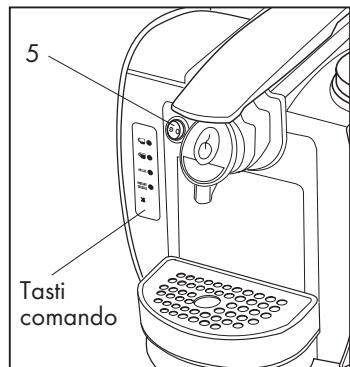

Fig. 4
- Accendere la macchina azionando l'interruttore principale (5). **(Fig.4)**
- I tasti comando inizieranno a lampeggiare; una volta raggiunta la temperatura i tasti si illumineranno in modo fisso indicando che la macchina è pronta per l'utilizzo **(Fig.4)**.